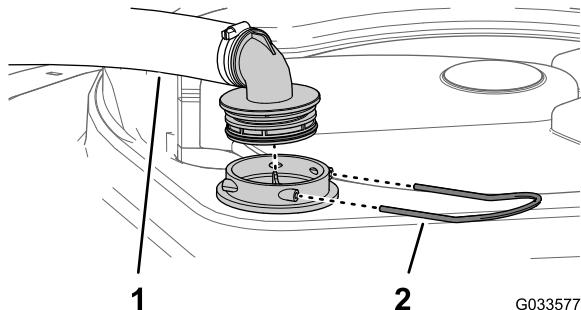

Рисунок 58
2. В верхней части бака опрыскивателя снимите держатель, который крепит шланговый штуцер, подсоединенний к большому шлангу, идущему от корпуса фильтра (Рисунок 58).
- Отсоедините шланг и шланговый штуцер от корпуса фильтра (Рисунок 58).